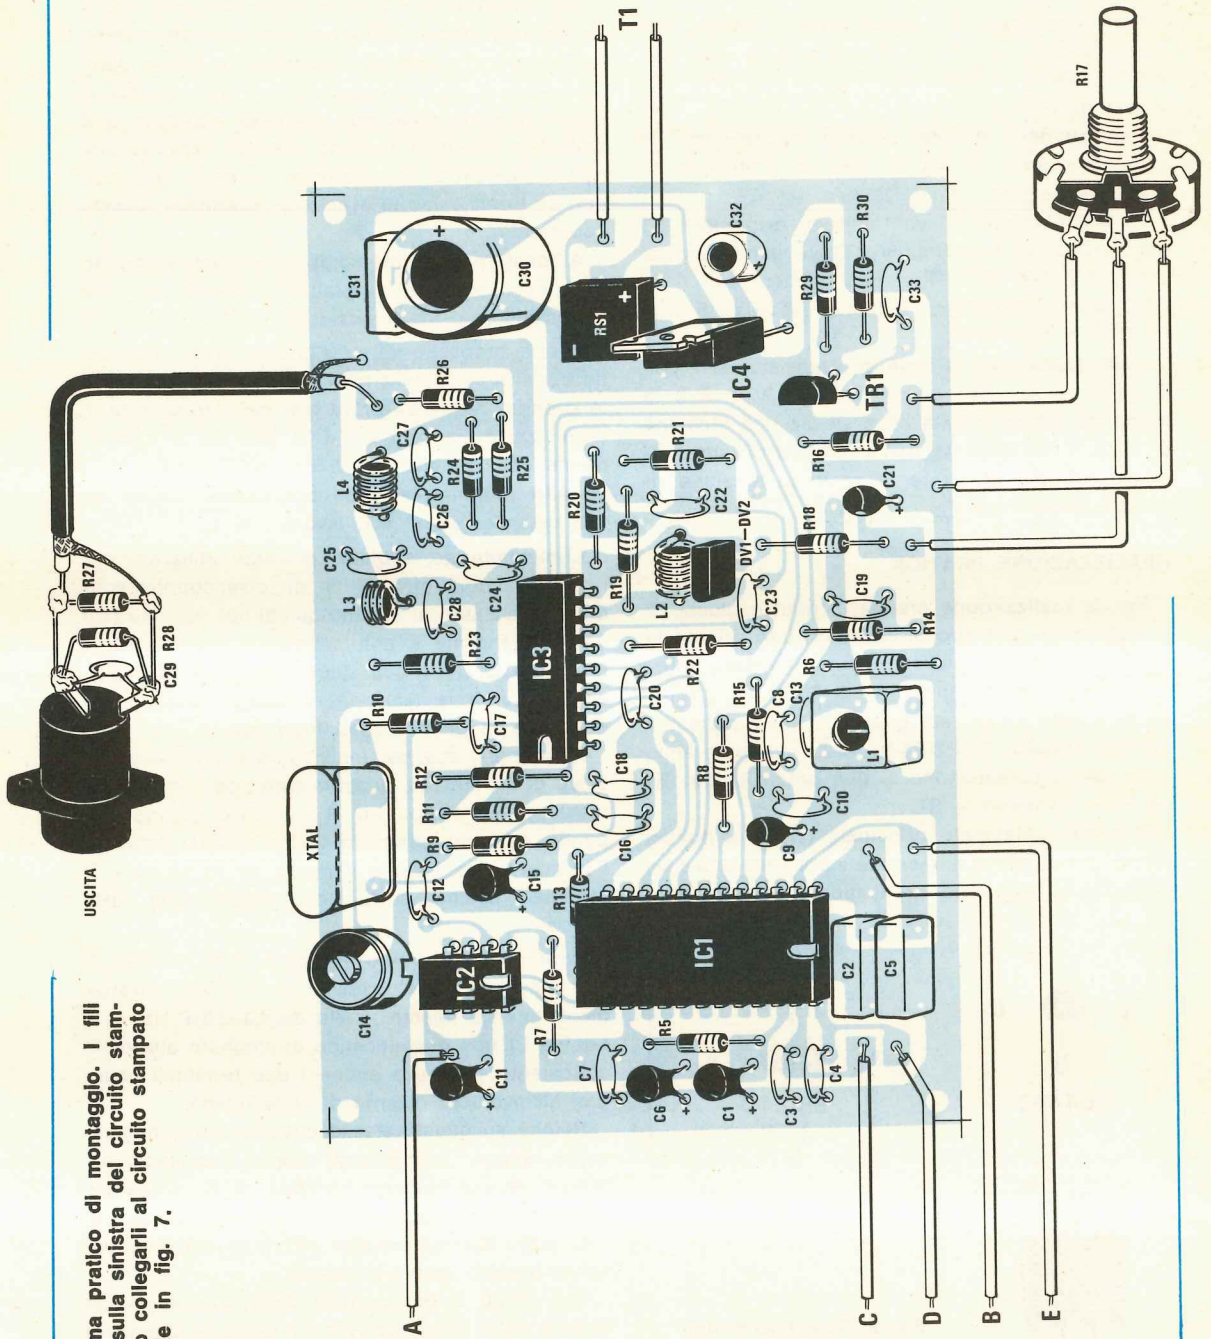

Fig. 6 Schema pratico di montaggio. I fili che escono sulla sinistra del circuito stampato dovremo collegarli al circuito stampato LX.321 visibile in fig. 7.
**Fig. 7** Sul circuito stampato LX.321 troveranno posto i quattro pulsanti di commutazione. A tale circuito dovremo collegare i due potenziometri slider e l'interruttore S1. I fili E-D-A-C-B andranno collegati al circuito stampato visibile in fig. 6.